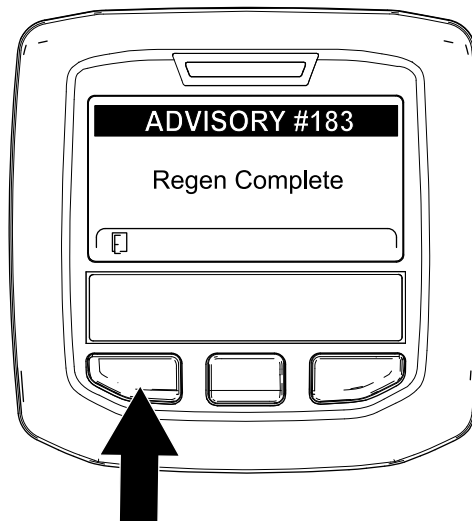

Figura 68
9. Quando o computador do motor conclui uma regeneração em estacionamento ou de recuperação, o InfoCenter apresenta o AVISO N.º 183 (Figura 68). Prima o botão esquerdo para sair para o ecrã inicial.
Nota: Se a regeneração não for concluída, o InfoCenter apresenta o Aviso n.º 184 (Figura 68). Prima o botão esquerdo para sair para o ecrã inicial.